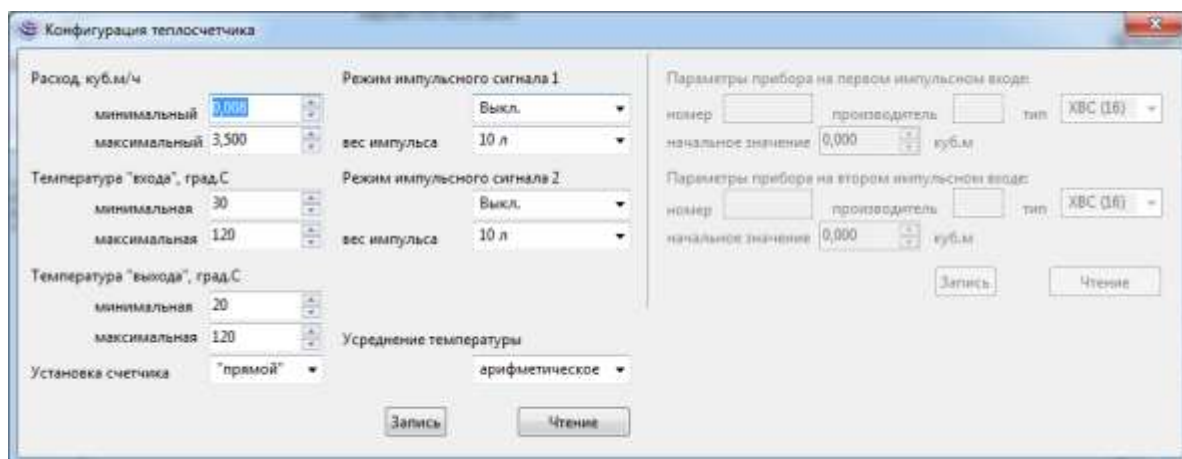

Рисунок 9. Окно «Конфигурация теплосчетчика»
6.3.2. Прочитать и изменить основные параметры работы счетчика и его импульсных входов / выходов можно в окне «Конфигурация теплосчетчика» (рисунок 9), пункт меню «Теплосчетчик | Конфигурация теплосчетчика».